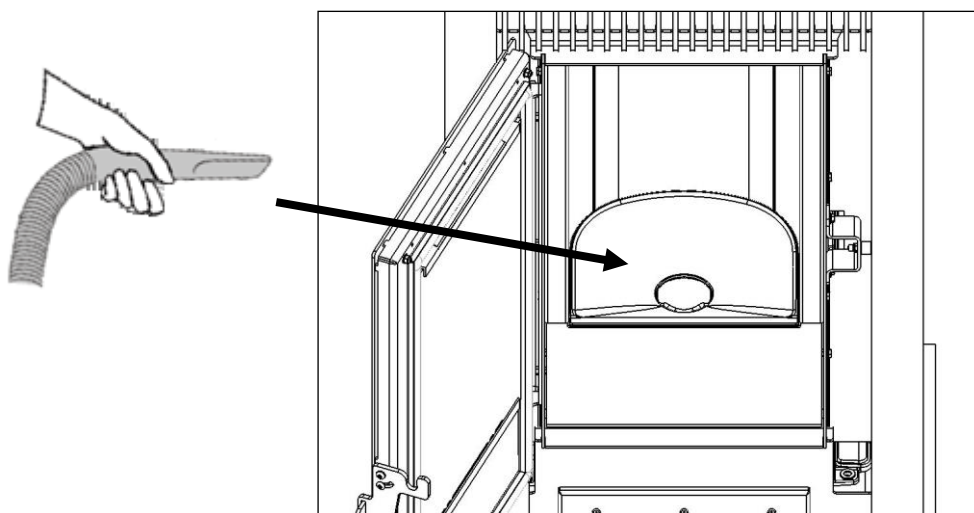

Fig. 10.4
3. Con un aspirador de cenizas aspire la ceniza acumulada en el embudo del quemador (parte exterior), o también puede utilizar una brocha o cepillo de cerdas blandas para empujar el hollín y ceniza acumulada al interior del quemador el cual se vaciará automáticamente al encender la estufa (ver Fig. 10.4).